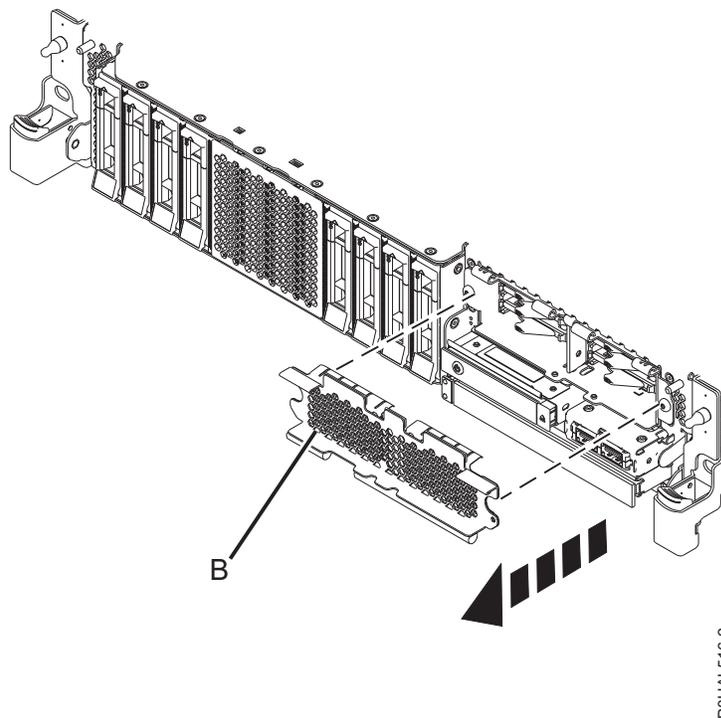

Figura 76. Remover a tampa da estrutura da unidade SSD para aceder às ranhuras de unidade SSD num sistema de função expandida
13. Para aceder às ranhuras SSD, remova a placa perfurada (**B**) que está a cobrir a estrutura de SSD, tal como é demonstrado em Figura 76.